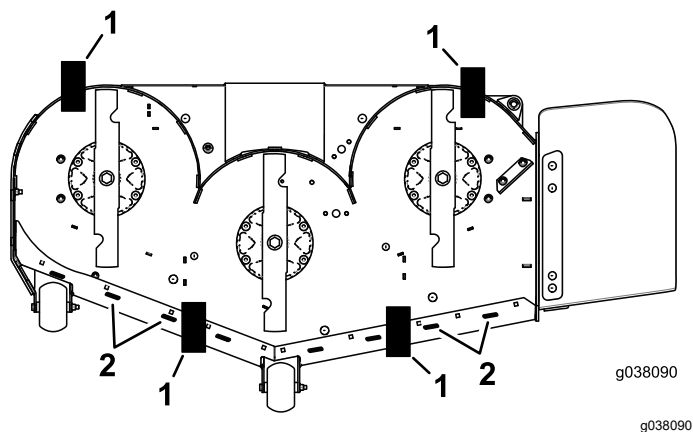

Figura 84
11. Coloque dos bloques (consulte la tabla Altura de los bloques e inclinación) debajo del borde trasero del faldón de la carcasa de corte, uno en cada lado de la carcasa de corte (Figura 84).